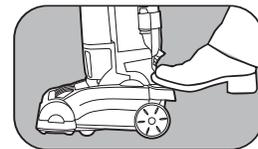

Fig. 1
1. Pour débloquer la poignée, appuyez sur la pédale de libération de la poignée située sur le côté gauche du balai de l'aspirateur (du point de vue de l'utilisateur) et tirez la poignée vers l'arrière (Fig. 1).